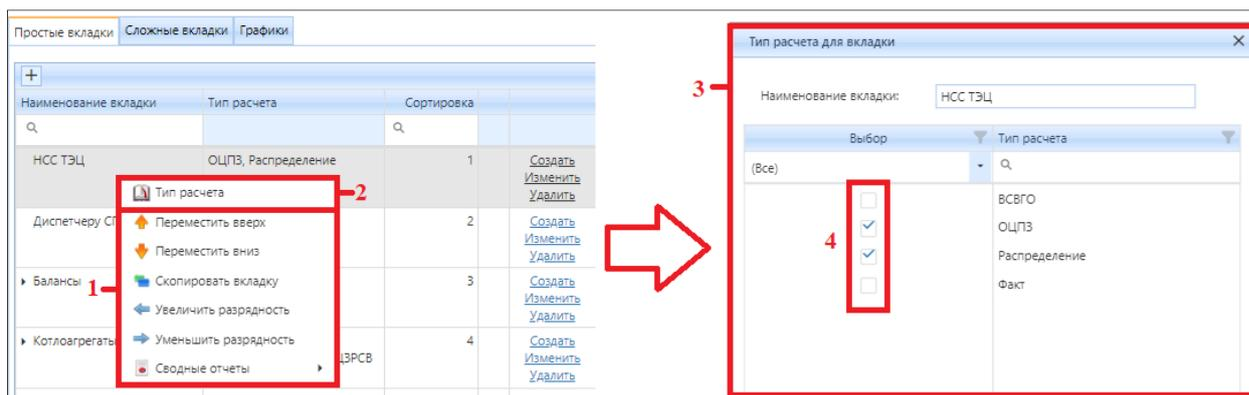

Рисунок 4.6.20 – Привязка вкладки формы отчета к типу расчета
Для того чтобы привязать созданную вкладку к типу расчета (рисунок 4.6.20) необходимо выполнить следующее:
- нажмите правой кнопкой мыши для вызова контекстного меню в блоке (1) (рисунок 4.6.20);
- выберите «Тип расчета» блок (2) (рис. 4.6.20);
- после нажатия на «Тип расчета» появится окно «Тип расчета для вкладки» блок (3) (рис. 4.6.20), установите признак (4) (рис. 4.6.20) напротив необходимого типа расчета и закройте окно.